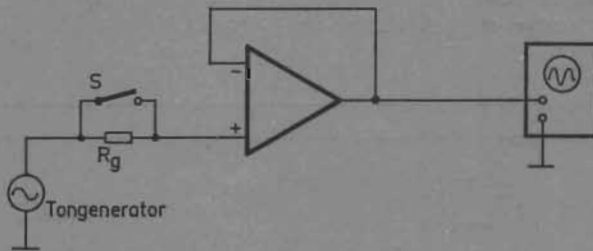

Fig 12. Mätning av ingångsimpedans CM (common mode).
► **Common-mode ingångsimpedans.** Provanordning enligt fig 12. På grund av de höga impedanserna måste man använda relativt låg mätfrekvens.  $R_0$  skall vara  $1/10$  av ingångsimpedansen  $Z_{in}$ . I detta fall ser man tydligt skillnaden mellan den av ingångsimpedansen som småsignalparameter orsakade strömmen och den DC-offset-ström som normalt flyter genom ingångsklämman. Dessa strömmar står inte i någon som helst relation till varandra.